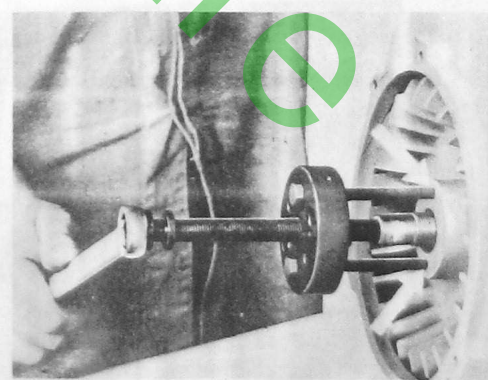

Fig. 11
2. Die zwei Sechskantschrauben der Antriebsverstellung (No. 40 203-0) in die Gewindelöcher (Fig. 11) des Gebläserades schrauben, dann Gewindespindel fest anziehen, bis das Gebläserad vom Motor abfällt.
2. Screw in the two hex. bolts of extractor No. 40 203-0 as shown in Fig. 11 and tighten tool spindle till the blade comes off the cone.